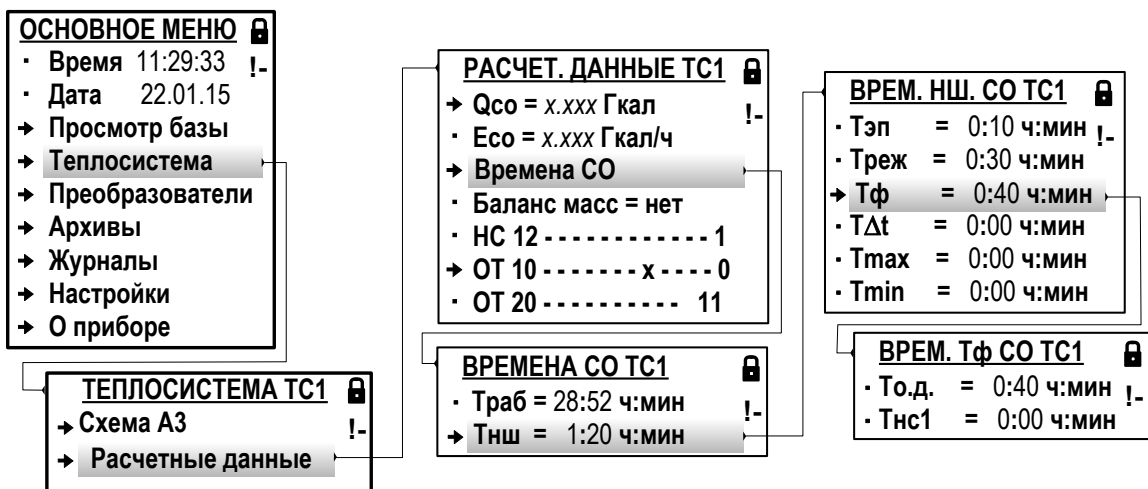

Рис.41. Вид окон индикации временных параметров в системе отопления (режим РАБОТА).
- Теплосистема / Расчетные данные / Времена СО (рис.41);